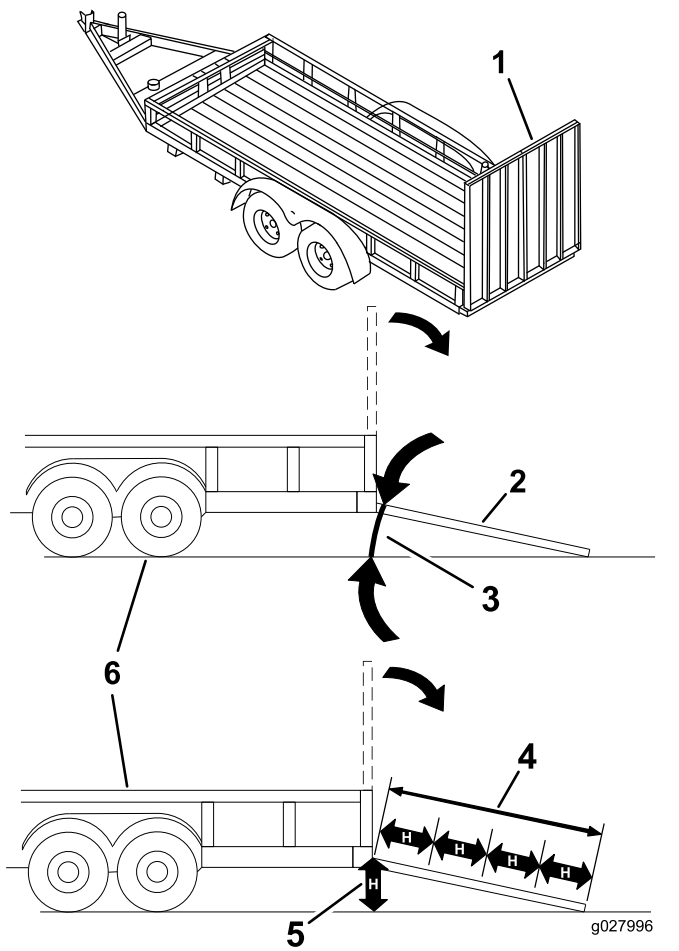

Figura 31
**Quando si carica la macchina su un trailer o un autocarro si aumenta il rischio di ribaltamento, che può causare gravi ferite ed anche la morte (Figura 31).**
1. Abbassate la rampa e assicuratevi che l'angolo tra la rampa e il terreno non superi i 15 gradi (Figura 31).